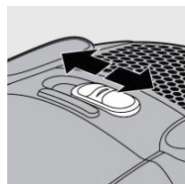

Рис. 13
- Электронного регулятора силы всасывания на пылесосе (рис. 13).